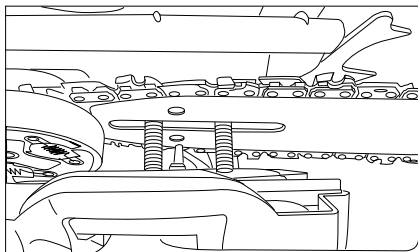

Рис. 9
- Установите обратно защитную крышку вместе со щитком тормоза цепи таким образом, чтобы болты встали в предназначенные для них отверстия, а регулировочный штифт натяжения цепи встал в нижнее отверстие шины (рис. 9).